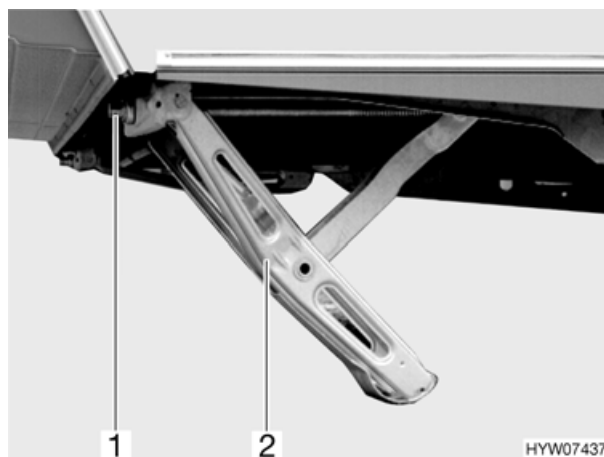

Fig. 11 Piedino di stazionamento a manovella estratto
- Inserire la manovella in dotazione di serie nell'esagonale (Fig. 11,1) del piedino di stazionamento a manovella (Fig. 11,2) e girare. Il piedino di stazionamento a manovella viene estratto.